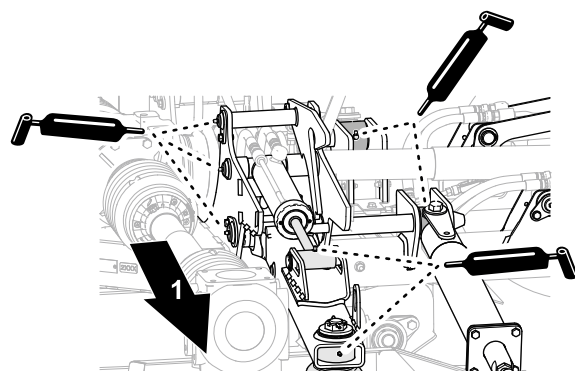

Figura 52
- Aplique o lubrificante especificado nos braços de elevação, nos cilindros hidráulicos e nos amortecedores de impacto nas plataformas do cortador esquerda e direita (Figura 52).